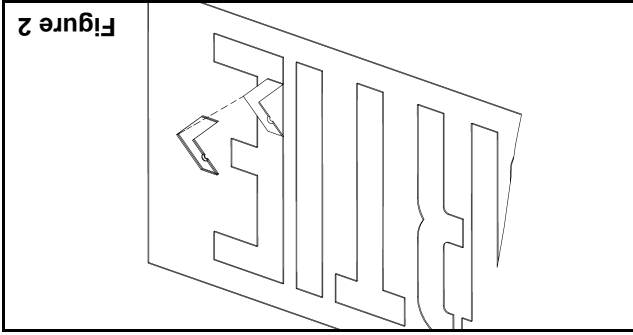

Figure 2
3. Pour ouvrir l'enseigne, retirer la plaque d'extrémité (voir fig. 1) et glisser la face découpée et le diffuseur; soutenir la face découpée avec deux morceaux de bois et pousser doucement sur les flèches à partir de l'arrière de la plaque à l'aide d'un tournevis (voir fig. 2).